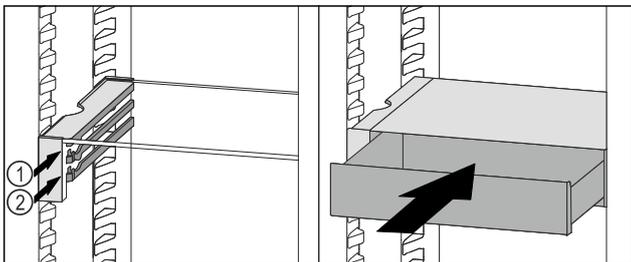

Fig. 48
- ▶ VarioSafe-Schubfach hinter den Stopperrn auf gewünschter Rippe Fig. 48 (1) oder Fig. 48 (2) aufsetzen.